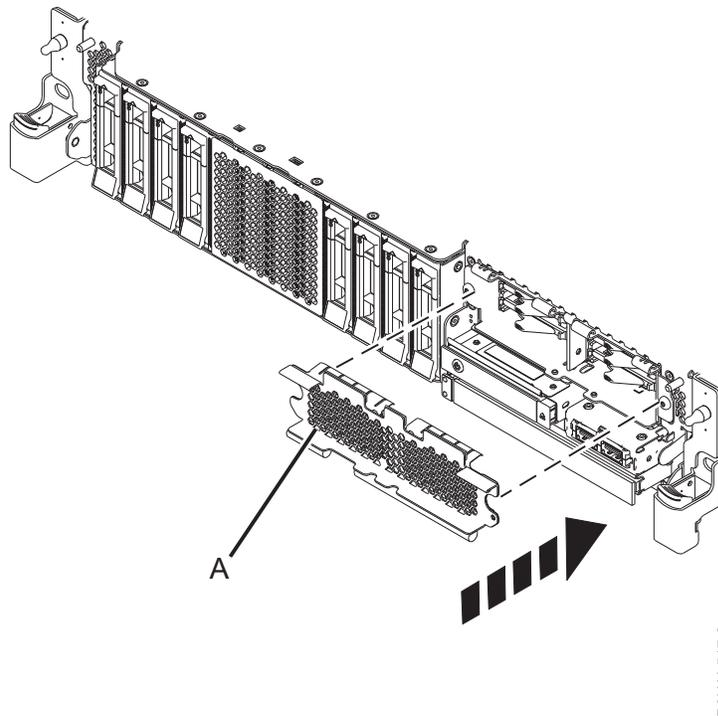

Figura 69. Cobrir a estrutura de SSD num sistema função expandida
3. Caso seja aplicável, cubra a estrutura de SSD com a placa perfurada (**A**) conforme demonstrado em Figura 69 na página 76.